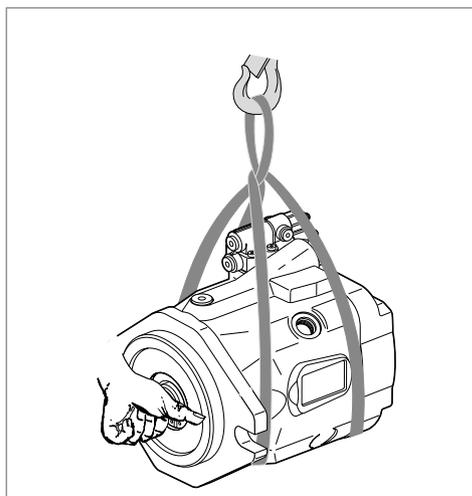

Рис. 5: Транспортировка при помощи стропа
- ▶ Уложите строп вокруг аксиально-поршневого агрегата так, чтобы он не проходил по монтируемым деталям (например, клапанам, трубопроводам), и чтобы аксиально-поршневой агрегат не был подвешен за монтируемые детали (см. Рис. 5).